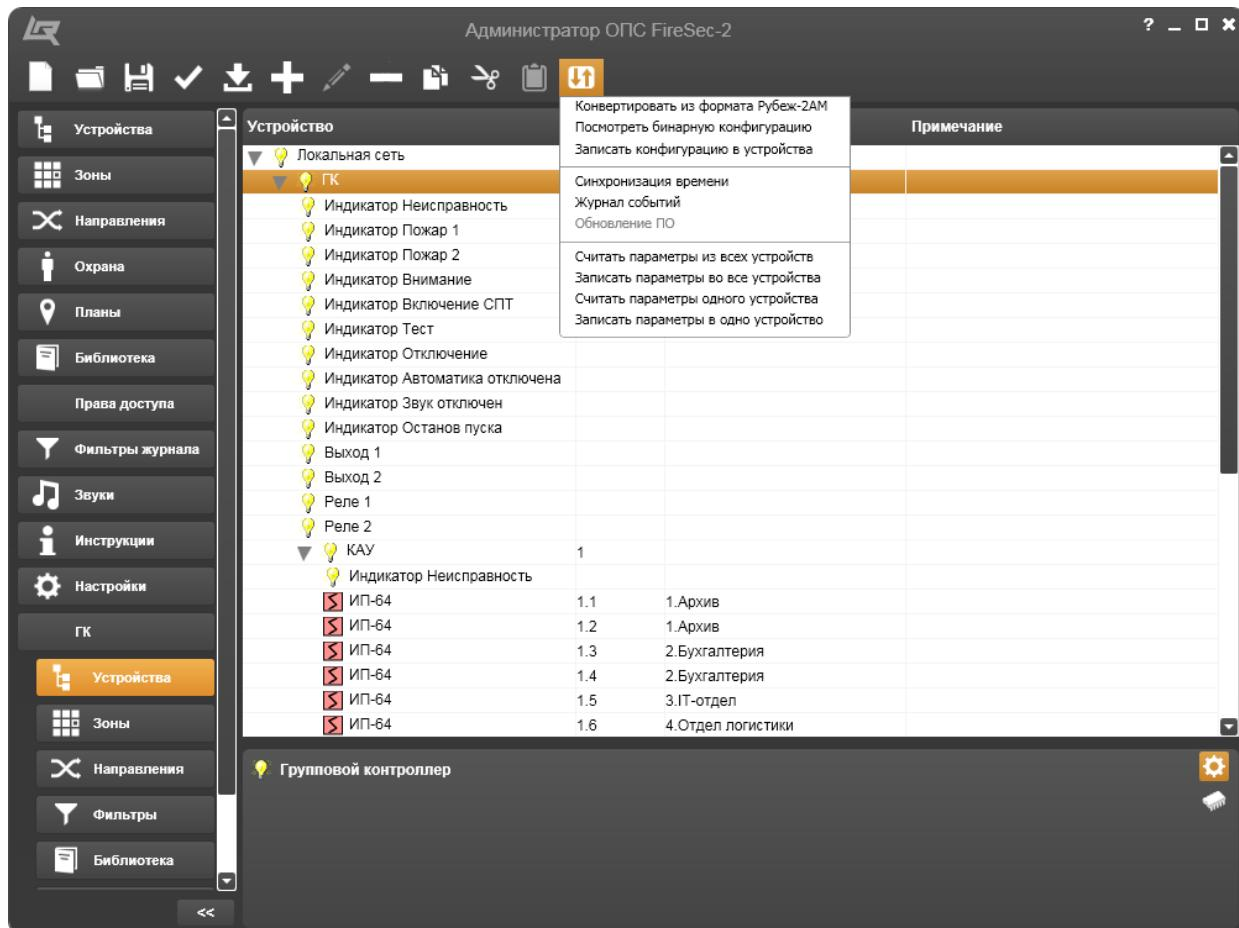

Рисунок 14.14.11 – Контекстное меню кнопки Устройство панели инструментов
– кнопка **Устройство** дает возможность обратиться к физическому устройству, которое находится в системе на объекте монтажа по адресу, выделенному в рабочей области. Щелчок на этой кнопке обеспечивает доступ к контекстному меню (Рисунок 14.14.11), в котором активность той или иной функции зависит от выделенного устройства в списке.